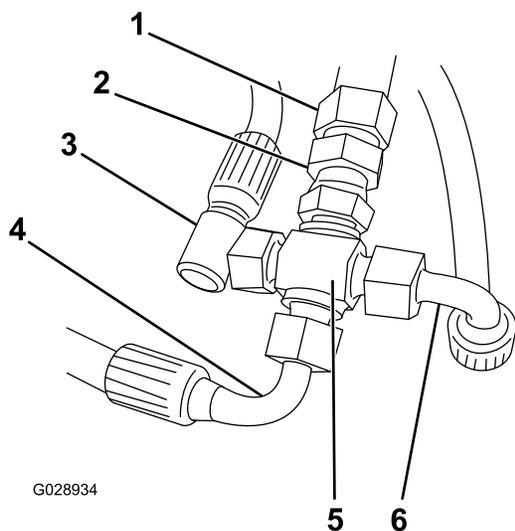

Figura 2
5. Ligue o adaptador de 1/4 pol. para 3/8 pol. ao adaptador cruzado de 1/4 pol. (Figura 2).
6. Ligue o novo tubo de 3/8 pol. ao adaptador (Figura 2).
7. Ligue os tubos retirados no passo 3 ao adaptador cruzado, conforme indicado na Figura 2.